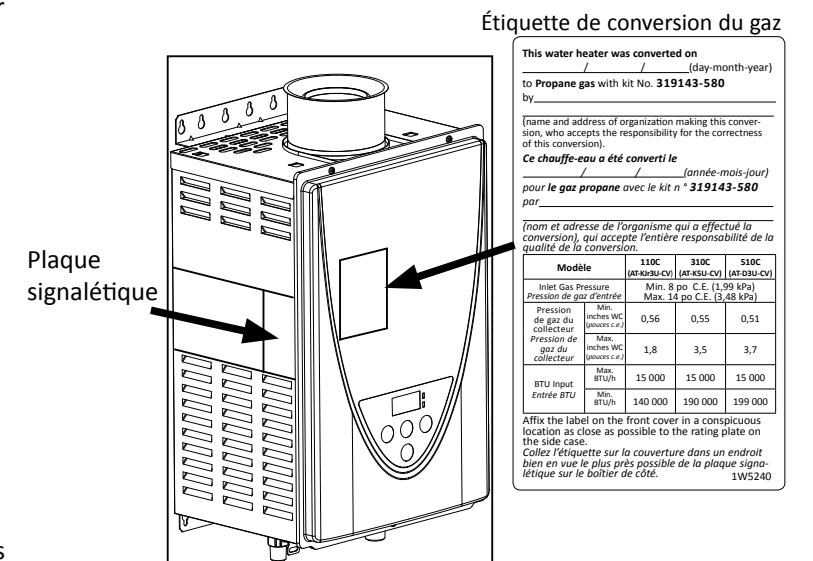

Figure 4
- Mettre sous tension (ON) et activer l'alimentation de gaz.
- Compléter tous les items sur l'étiquette de conversion du gaz avec un marqueur permanent. Apposer l'étiquette sur le chauffe-eau tel qu'illustré à la Figure 4.